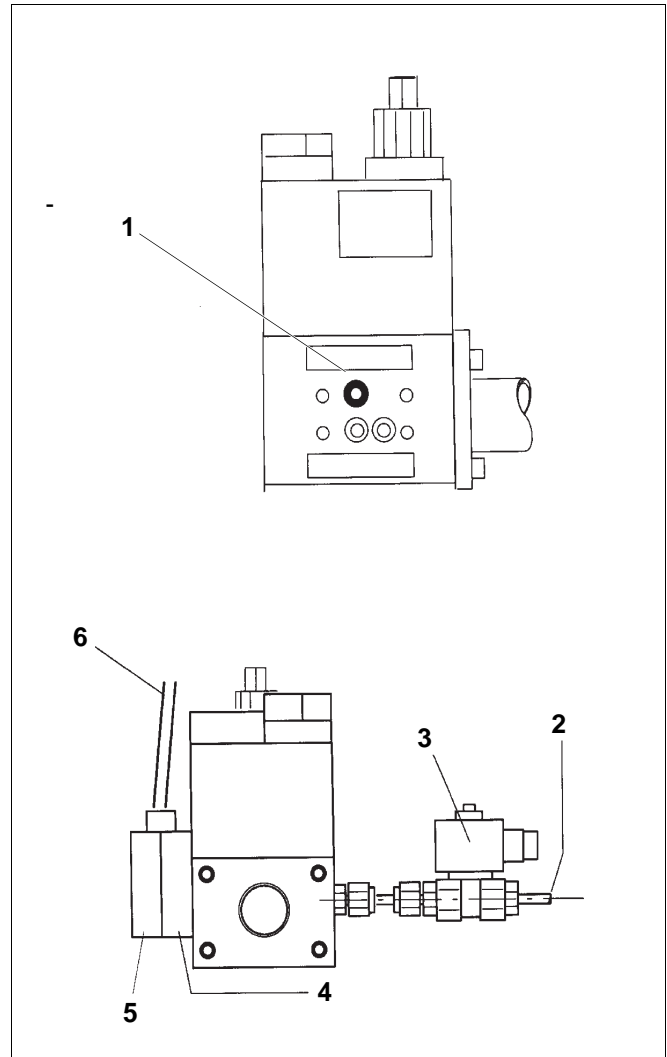

Fig. 71 Ligne gaz face extérieure (gauche)/face intérieure (droite)
- Dévisser le capot du pressiostat gaz (fig. 71, **pos. 5**).
- Fixer la partie inférieure du pressiostat (fig. 71, **pos.4**) sur l'armature avec les vis qui sont jointes. Le câble de raccordement (fig. 71, **pos. 6**) allant du pressiostat gaz à l'appareil de contrôle du brûleur se trouve alors sur **la face supérieure**.
- Mettre le capot du pressiostat gaz (fig. 71, **pos. 5**) sur la partie inférieure de ce dernier (fig. 71, **pos. 4**) et le visser.
- Dévisser la conduite de gaz du brûleur d'allumage (fig. 71, **pos. 2**) reliée à la ligne de gaz (face intérieure) et au brûleur d'allumage gaz.
- Placer l'électrovanne gaz du brûleur d'allumage (fig.71, **pos. 3**) sur la ligne gaz (face intérieure).
- Placer la conduite de gaz du brûleur d'allumage (fig.71, **pos. 2**) au brûleur d'allumage et à l'électrovanne du brûleur d'allumage (fig. 71, **pos. 3**).